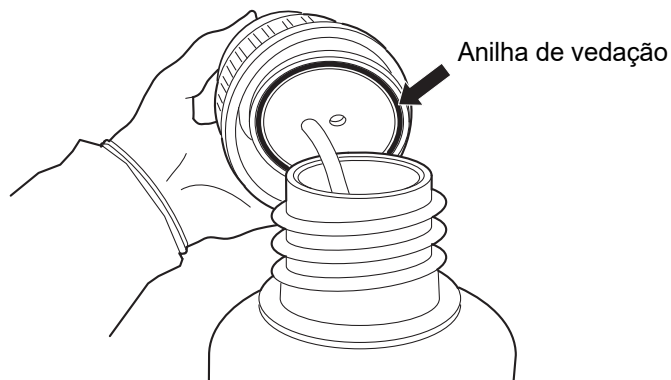

Figura 8-16 Inspeção da anilha de vedação da garrafa de resíduos
9. **Anilha de vedação** — Antes de reinstalar, verifique se a anilha de vedação que se encontra no interior da tampa de resíduos possui detritos. Consulte Figura 8-16.